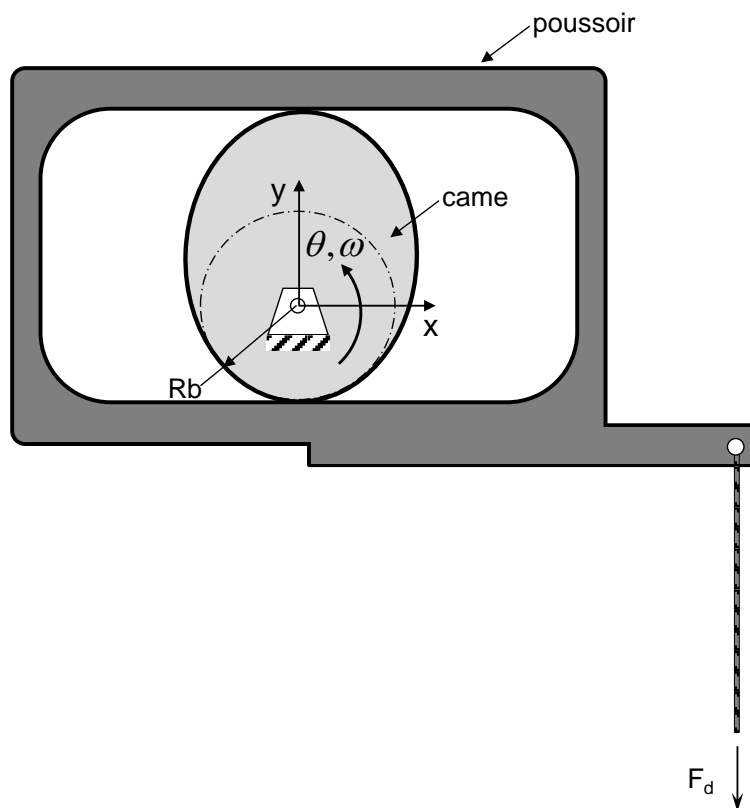

Figure 2 Système à came
Le mécanisme montré à la Figure 2 comporte un poussoir de 0,5 Kg. La came est faite d'une période de montée à mouvement cycloïdal dont le déplacement est $h=10\text{ mm}$. L'angle de montée est 90° . Le profil de descente est identique. La came dont le rayon de base est 25 mm comporte aussi une période de repos haut de 180° . Au point d'accélération maximale en montée, l'accélération de la charge génère une force dynamique F_d de 11 N. La came est entraînée à 600 tpm. Le moment de flexion engendré par F_d est repris par le support du poussoir, et il est ainsi considéré sans effet sur l'action de la came. Calculez le couple (T) maximal demandé par cette came en montée si le frottement entre la came et le poussoir est $\mu = 0,05$. Pour ce faire, répondre aux questions suivantes :